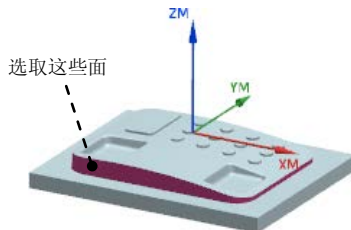

图 12.25 指定切削区域
Step2. 在图形区中选取图 12.25 所示的面(共 8 个)为切削区域, 然后单击“切削区域”对话框中的 **确定** 按钮, 系统返回到“深度加工轮廓”对话框。